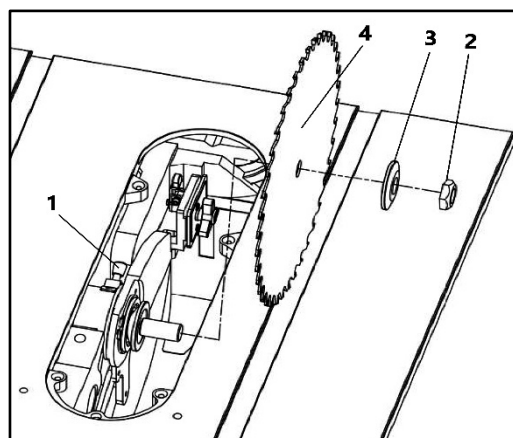

Рисунок 13
- Нажмите на фиксатор 1 и при помощи ключа снимите прижимную гайку 2 и фланец 3 со шпинделя, установите входящий в комплект поставки пильный диск 4 с проставочным кольцом, затем установите на место фланец и гайку. Убедитесь, что стрелки и зубья на диске обращены к передней части станка (рис. 13).